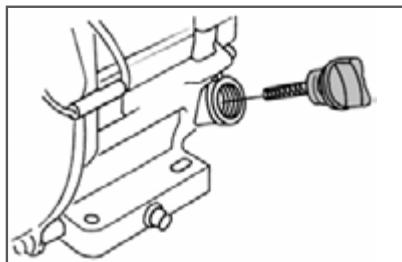

Рис. 4 Крышка-щуп маслозаливной горловины
2. Открутите крышку-щуп маслозаливной горловины и извлеките щуп (Рис. 4).
- Выкрутите крышку-щуп маслозаливной горловины и извлеките щуп (Рис. 4).